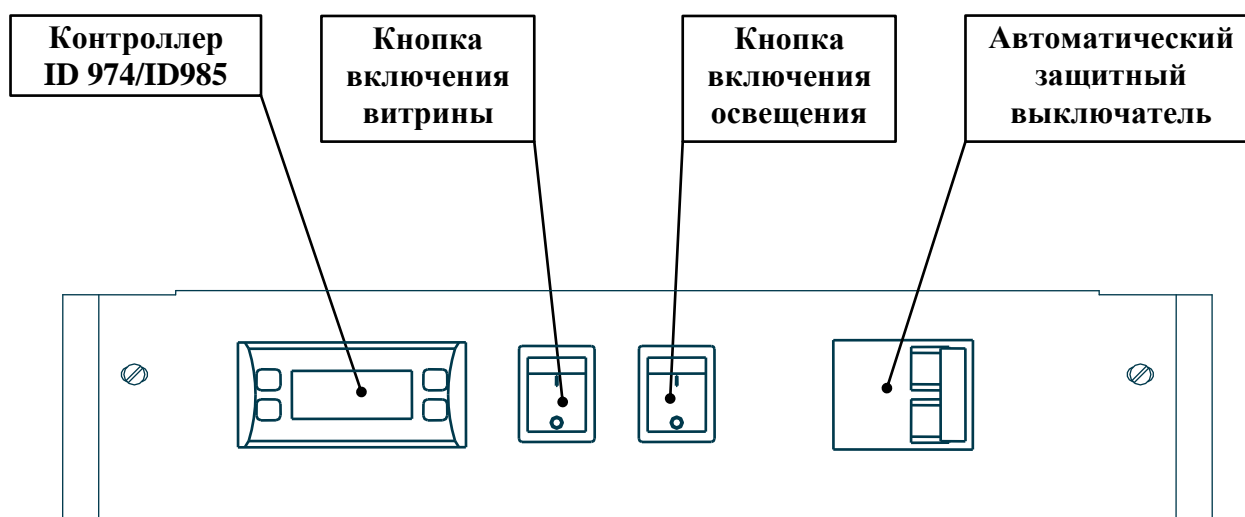

Рис. 2. Блок управления витрины «HEMIGA STANDART» BH
- Электрическая система включает в себя пульт управления с защитным автоматическим выключателем, нагревательные элементы (для электрической оттайки испарителя, подогрева стеклопакета и боковин) и встроенный верхний светильник. На пульте управления находятся (см. рис. 2): выключатель питания, выключатель освещения, электронный регулятор (контроллер). Защитный автоматический выключатель и блок силового электрооборудования располагаются в подставке под корпусом витрины.